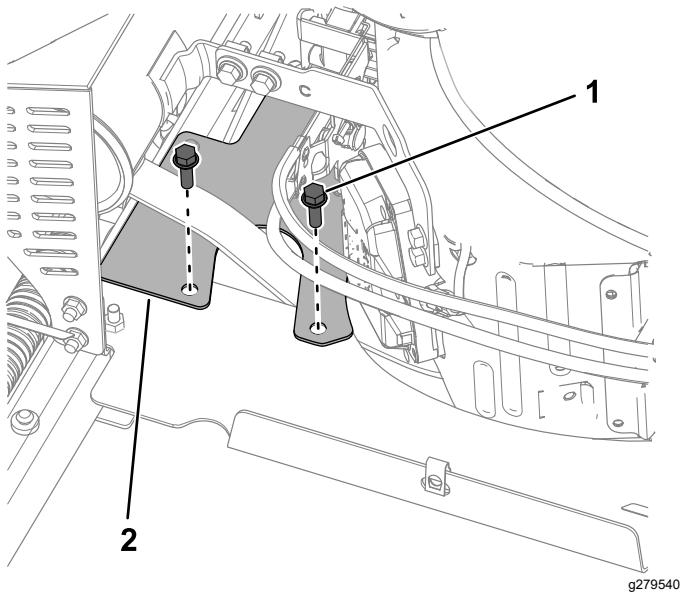

Bild 31
3. Entfernen Sie die beiden Schrauben (5/16" x 1") und die Riemschutzvorrichtung (Bild 31).
2. Montieren Sie die Riemenabdeckung, wie in Bild 31 dargestellt. Ziehen Sie die Schrauben mit 20-24 N·m an.